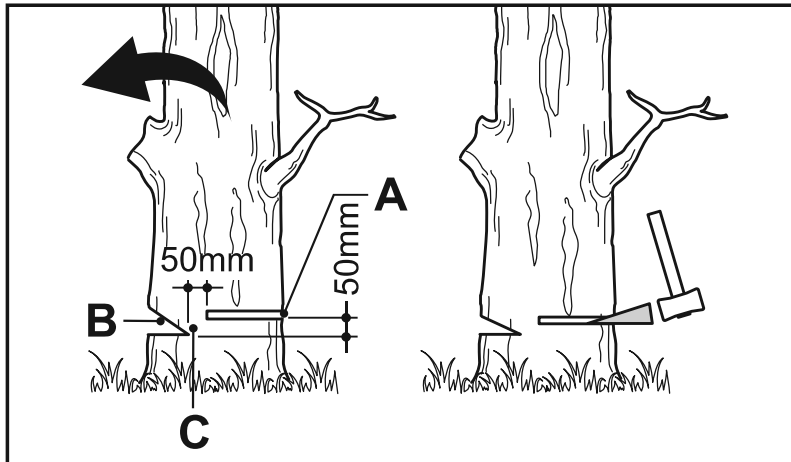

Fig. 26
Efetue o entalhe (Fig. 26, B) em 1/3 do diâmetro da árvore, perpendicularmente à direção da queda (Fig. 26). Efetue primeiro o corte do entalhe horizontal na parte inferior. Isto irá ajudar a evitar o aperto da corrente ou da guia quando estiver a efetuar o segundo entalhe.
1. Efetue o corte do entalhe complementar (Fig. 26, A) a pelo menos 50 mm acima do corte do entalhe horizontal (Fig. 26). Mantenha o corte do entalhe complementar em paralelo ao corte do entalhe horizontal. Efetue o corte do entalhe complementar de modo que exista madeira suficiente para atuar como se fosse uma dobradiça. A madeira que atua como dobradiça (Fig. 26, C) impede que a árvore se dobre e caia na direção errada. Não corte através da dobradiça.